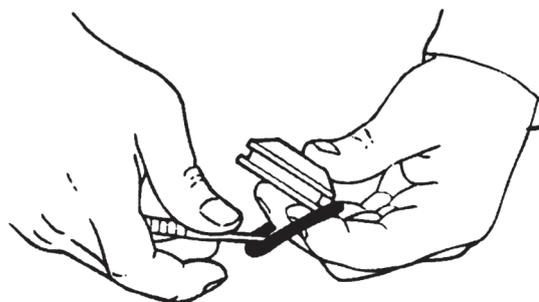

Figura 117
6. Cuidadosamente remova o anel em "O" do pistão. Use a ponta de uma ferramenta pequena para facilitar esta remoção. Tenha muito cuidado para não danificar o pistão. Figura 117.